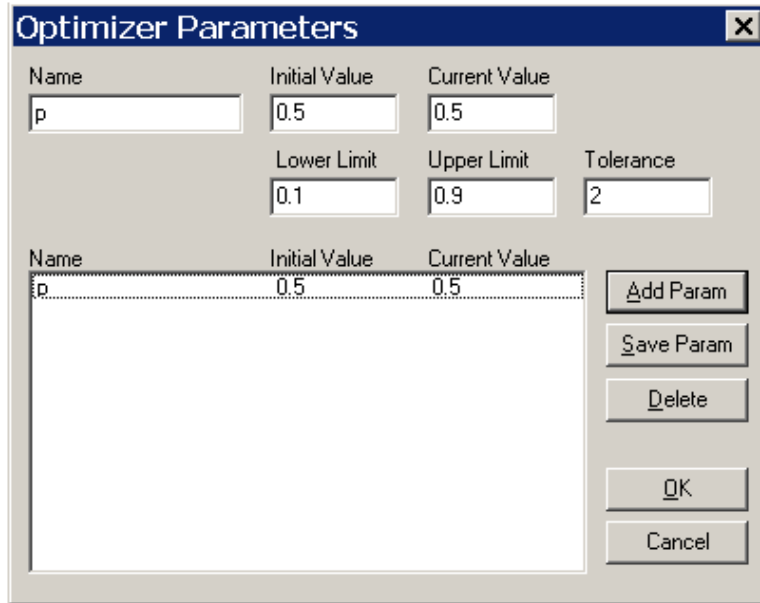

Рисунок 8.5 – Определение оптимизируемого параметра
**8.4.4** Положение движка соответствующего потенциометра связать с варьируемым параметром (рис. 8.5, б). Запустить процесс оптимизации (команда **Tune>Auto>Start**).